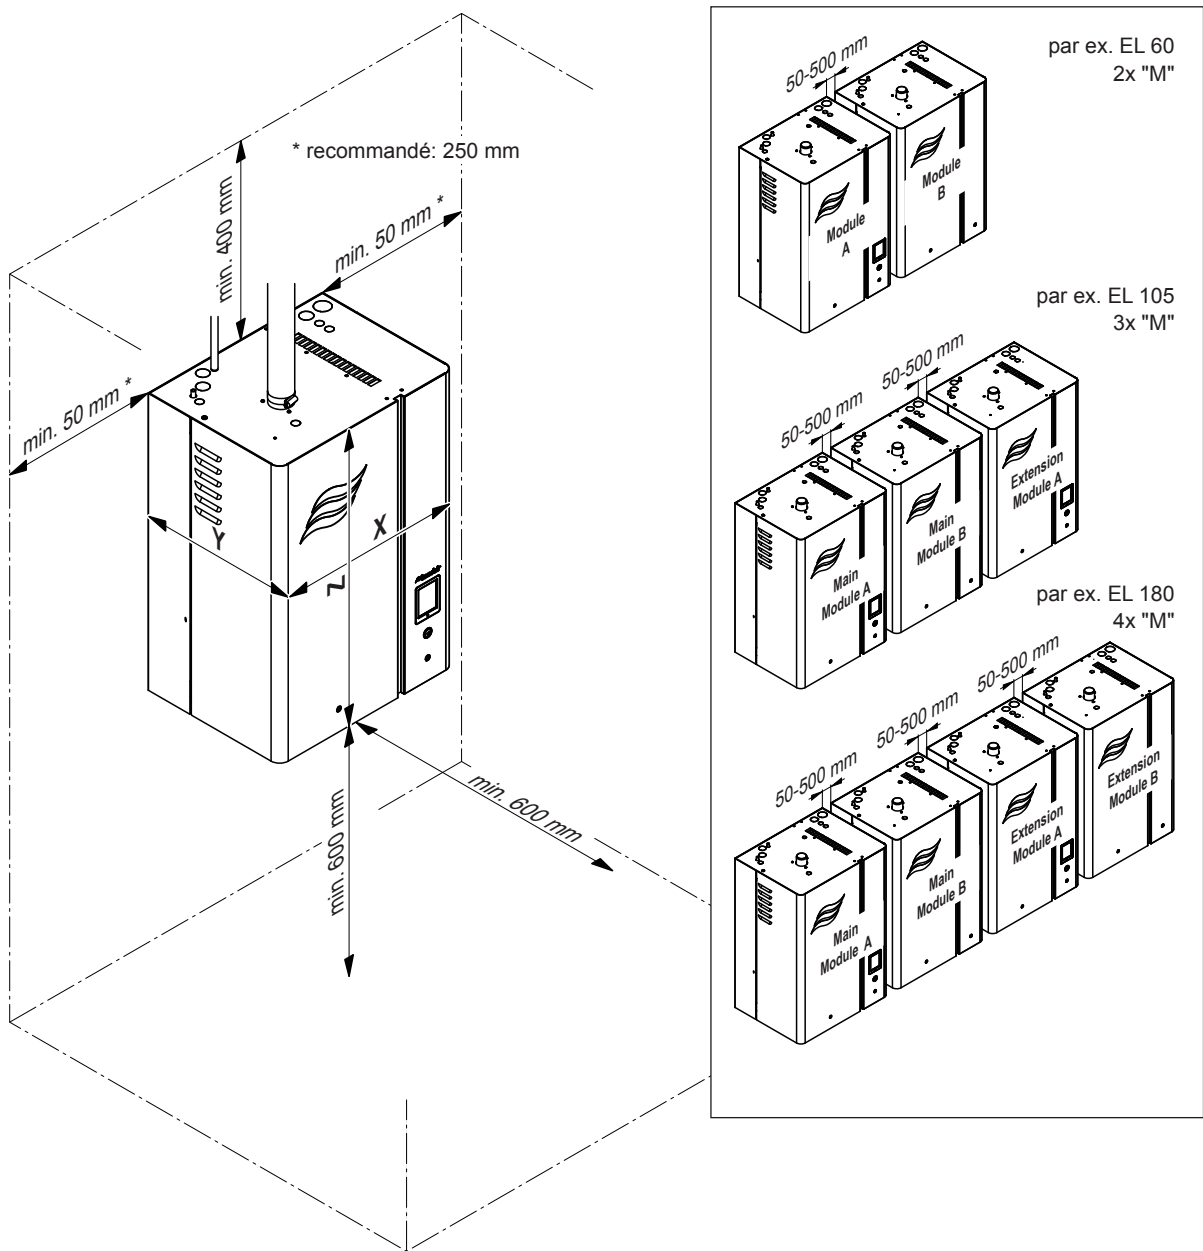

Fig. 9 : Distances à respecter
- Placer l'humidificateur d'air à vapeur de telle sorte **qu'il soit bien accessible** et qu'il y ait suffisamment de place pour faire la maintenance. Les **distances minimales** conformément à la Fig. 9 **doivent être respectées**.
- Pour que les câbles livrés puissent être utilisés avec des appareils doubles et systèmes Linkup, les différents appareils doivent être montés dans l'ordre indiqué, à la même hauteur et avec une distance de min. 50 mm à max. 500 mm entre chaque appareil (voir Fig. 9).